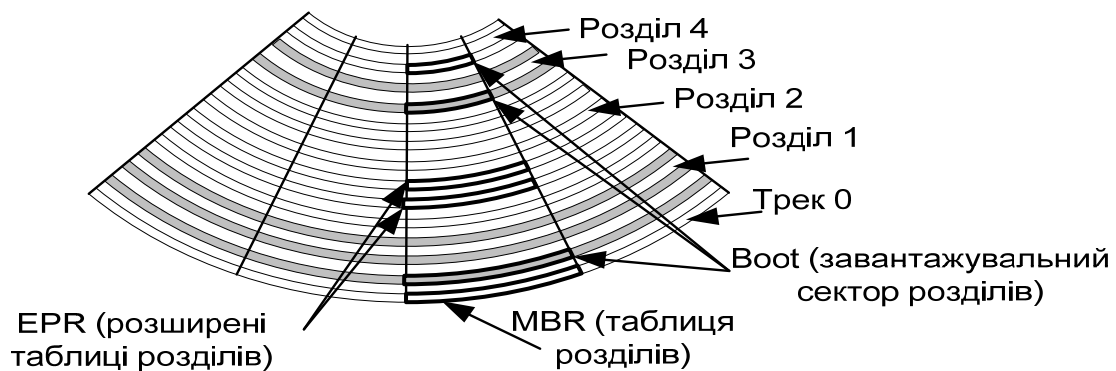

Рис.6.3. Структура жорсткого диска
**Поняття про логічну структуру дисків.** З апаратної точки зору будь-який пристрій зберігання прямого доступу можна представити як сукупність секторів, адресуємих тим або інш способом (CHS або LBA), і кожний сектор може бути записаний і лічений тільки цілком і незалежно від інших. Однак для більшості прикладних програм інтерес представляє обіг не до окремих секторів, а до файлів, які можуть займати довільну кількість секторів. Для полегшення звертання до файлів і впорядкування використання простору секторів диска до складу операційної системи входить *файлова система* тісно пов'язана з логічною структурою диска. Розділи й логічні диски. ОС представляє зовнішню пам'ять у вигляді набору *логічних дисків*. Кожному логічному диску присвоюється логічне ім'я: А, В - для дискет, С, D, Е и наступні букви - для жорстких дисків, CD-ROM і інших пристроїв. *Логічний диск* — це сукупність секторів з послідовно наростаючими номерами. Перший сектор логічного диска називається *завантажувальним* (boot sector). У цьому секторі зберігається описатель параметрів диска й файлової системи. Додатково може втримуватися програма завантаження ОС. Якщо на диску із завантажником присутні ще й самі файли ОС, що забезпечує можливість завантаження цієї ОС на комп'ютер, такий диск називається *системним*. Шляхом розбивки вінчестера на логічні диски домагаються упорядкування використання дискового простору. Структуру жорсткого диска пояснює рис. 6.3. *Фізично жорсткий диск* може бути розбитий на кілька *розділів* (partition).